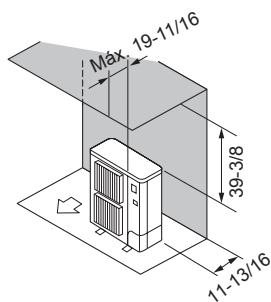

Fig. 2-7
- ② Obstáculos en la parte trasera y superior (Fig. 2-7)